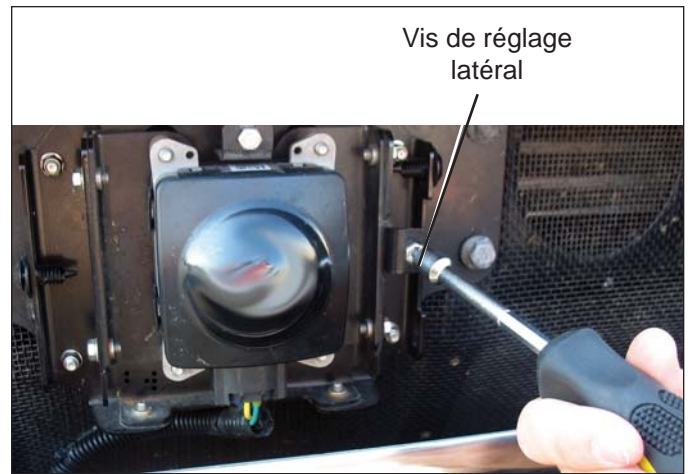

FIGURE 35 – RÉGLAGE LATÉRAL
- Serrez ou desserrez la vis de réglage pour obtenir l'alignement latéral souhaitable. Veillez à NE PAS enlever les vis. Cf. Figure 35. Suivez les étapes 4 à 7 de la Section 6.09 : *Contrôle de l'alignement latéral* pour prendre les mesures.